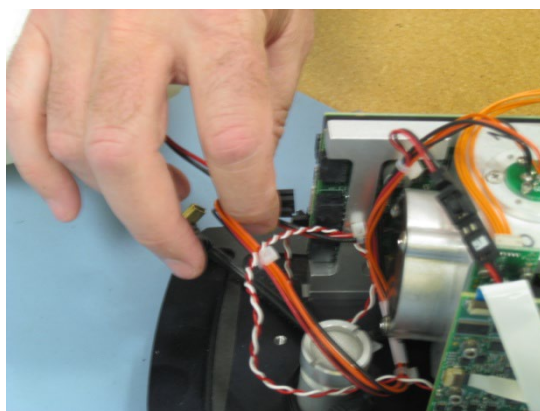

Figure 28 Débranchement du faisceau d'alimentation laser/source.
- 5 Débranchez le faisceau laser/source de la multi-prise. Le faisceau laser/source est identifiable par son connecteur à 6 broches et sa combinaison de câbles orange, noir et rouge (voir Figure 28).